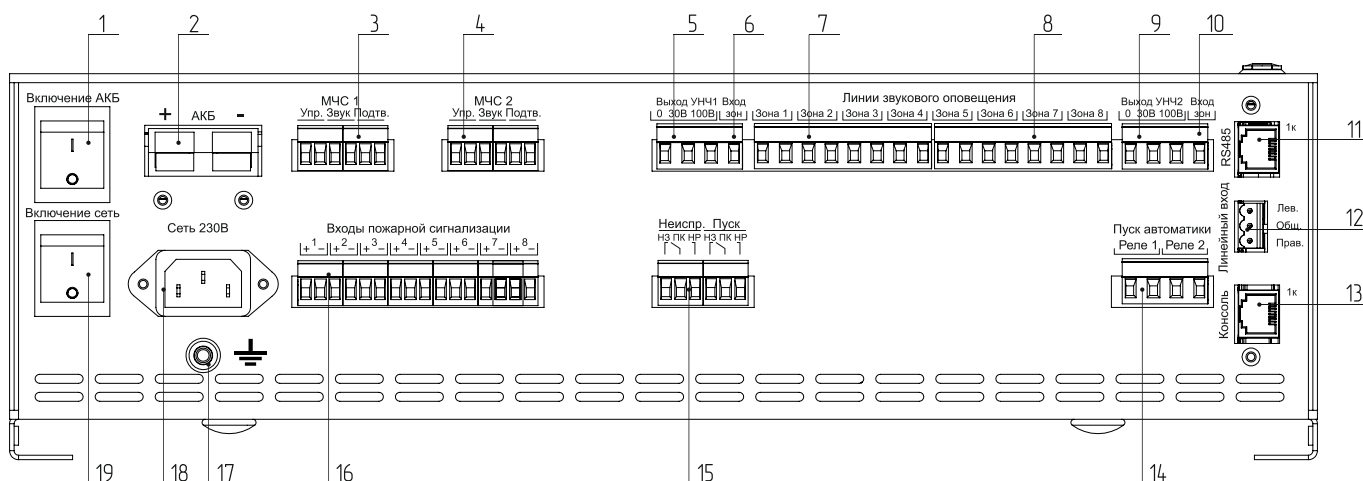

Рисунок 2 – Прибор управления «Тромбон ПУ-8К», вид со стороны задней панели.
Прибор «Тромбон ПУ-8К» имеет 8 входов пожарной сигнализации (Рисунок 2, поз. 16) для подключения к выходам ППКП (Прибора Приёмного Контрольного Пожарного). Выходы ППКП могут быть релейным или типа «открытый коллектор».
5.5.2 Цифровое подключение к сопряжённой комплексной системе безопасности через последовательный порт «RS485» (Рисунок 2; поз. 11). Подключение выполняется кабелем «Витая пара». Назначение контактов последовательного порта «RS485» приведено в Приложении 3.
Прибор имеет два специальных входа «МЧС 1» и «МЧС 2» (Рисунок 2, поз. 3, 4). Входы предназначены для стыковки с блоком централизованного запуска системы оповещения МЧС (БЦЗ системы П-166 или аналогичными). Входы выполнены в виде 6-контактного разъёма. Контакты «Упр.» данного разъёма – это логический вход управления прибором (реагирующий на замыкание контактов), контакты «Звук» - вход звукового сигнала с уровнем 0 дБ (0,775 В) от БЦЗ МЧС.
Для подключения удалённых консолей предназначен специальный порт «Консоль» (Рисунок 2, поз. 13). Порт выполнен в виде 8-контактного разъёма типа RJ45. К нему можно подключать до 8-и адресных удалённых консолей типа «Тромбон УК».
а) Разъём «Линейный вход» (Рисунок 2, поз. 12) предназначен для подключения к прибору источника звукового вещания и музыкальных программ. Вход стереофонический, используется только в режиме звукового вещания. Максимальное входное напряжение сигнала на данном входе – 250 мВ.
а) Для подключения линий звукового оповещения предназначены два 8-и контактных разъёма «Линии звукового оповещения» (Рисунок 2; поз. 7, 8). Всего прибор имеет выходы для подключения восьми линий связи со звуковыми оповещателями с обеспечением контроля исправности. Контроль исправности может быть отключён программно. Схема подключения линий звукового оповещения к прибору «Тромбон ПУ-8К» приведена в Приложении 6.
в) Для выбора напряжения в линии оповещения зон 1, 2, 3 и 4 необходимо установить перемычку между контактом «30В или «100В» (Рисунок 2; поз. 5) разъёма «Выход УНЧ1» и контактом «Вход зон» (Рисунок 2; поз. 6.). Аналогично, для зон 5, 6, 7 и 8 выбор напряжения выполняется перемычкой между требуемым контактом «Выход УНЧ2» (Рисунок 2; поз. 9) и «Вход зон» (Рисунок 2; поз. 10).
5.10 Разъём «Пуск автоматики» (Рисунок 2; поз. 14) предназначен для управления такими средствами пожарной автоматики, как световые знаки безопасности, эвакуационное освещение и замки эвакуационных выходов. Для управления этими средствами на разъём выведены нормально разомкнутые контакты двух реле. Контакты реле замыкаются при переходе прибора в режим «Тревога». Схема подключения дополнительного оборудования к разъёму «Пуск автоматики» прибора «Тромбон ПУ-8К» приведена в Приложении 7.
5.11 Разъём «Неиспр. Пуск» – вывод обобщённых сигналов «Неисправность» и «Пуск» (Рисунок 2; поз. 15). На данный разъём выведены контакты двух реле. Контакты реле «Авария» замкнуты у выключенного прибора или при обнаружении в системе оповещения неисправностей. Контакты реле «Пуск» замыкаются в режимах «Тревога», «Экстренный запуск» или «Трансляция МЧС».
5.12 Разъём «Сеть 230В» (Рисунок 2; поз. 18) предназначен для подключения прибора к сети питания переменного тока «230 В/50 Гц».
5.13 Разъём «АКБ» (Рисунок 2; поз. 2) предназначен для подключения к прибору источника резервного питания номинальным напряжением 24 В.